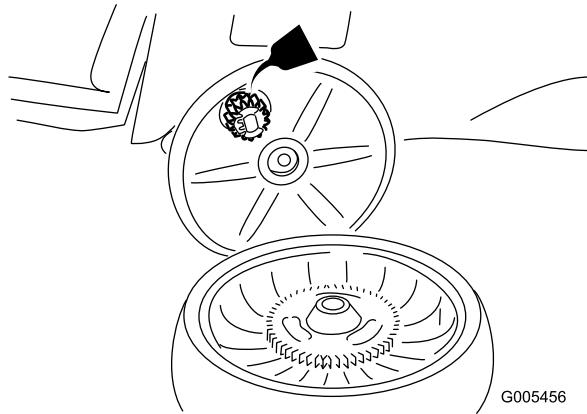

**Figure 29**
2. Retirez la jauge (Figure 29).
4. Versez de l'huile **lentement** dans le goulot de remplissage pour faire monter le niveau de liquide jusqu'au repère du **plein** (Full) sur la jauge (Figure 29). **Ne remplissez pas excessivement.** (Remplissage max. : 0,59 l, type : huile détergente SAE 30 de classe de service API SF, SG, SH, SJ, SL ou supérieure.)